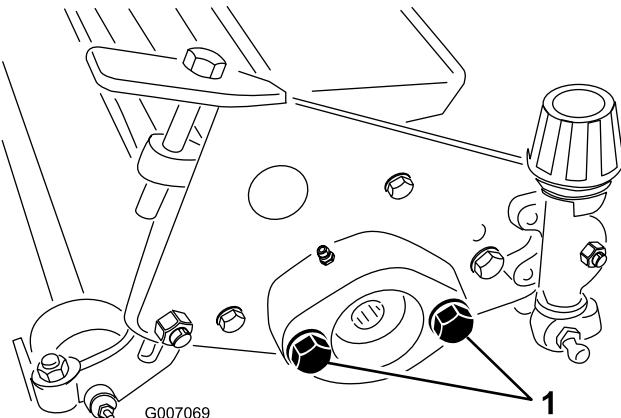

Figura 8
- B. Ajuste los tornillos del motor del cilindro de forma que quede aproximadamente 1/2 pulgada de rosca a la vista en cada tornillo (Figura 8).